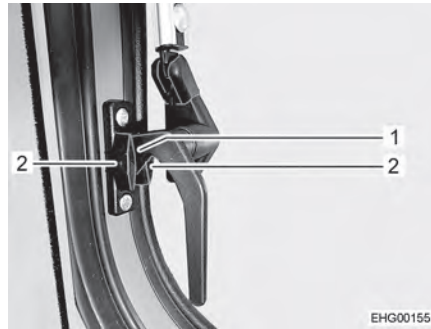

Bild 43 Verriegelungshebel, seitlich (Stellung "Dauerbelüftung")
- Die seitlichen Verriegelungshebel eine viertel Umdrehung nach unten drehen. Die Verriegelungsnase (Bild 43,1) dabei zwischen die beiden Hälften des Verriegelungsblocks einfahren.